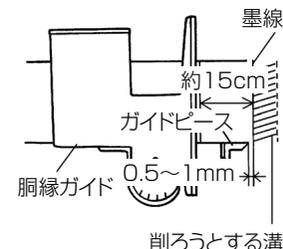
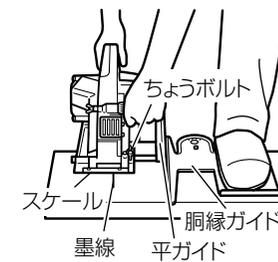

図 24
図 25
- (2) 加工材の墨線から約 15 cm 程度はなして胴縁ガイドをおきます。（図 24）
- (3) 胴縁ガイドのガイドピースは墨線より 0.5 ~ 1 mm 程度はなしてください。（図 24）
- (4) 本体を加工材の上ののせスケールの 0 マークの位置に墨線を合わせます。（図 24）
- (5) ちょうボルトをゆるめ（後部にも 1 本あります）平ガイドを胴縁ガイドの側面に当て、ちょうボルトを締めて固定します。
- (6) 胴縁ガイドを足で押さえたまゝ、平ガイドを胴縁ガイドに押し当てるようにしながら削ります。（図 25）